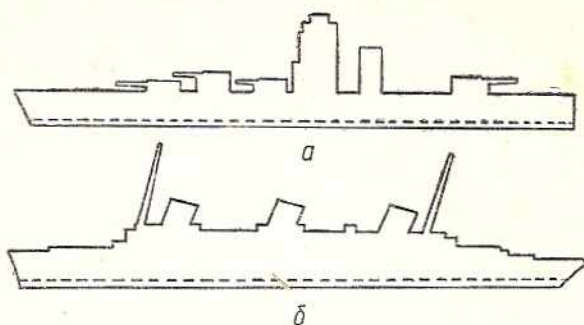

Рис. 19. Силуэтные модели линкора и пассажирского судна
Трудовые задания. 1. Выпилить силуэтную модель линкора (рис. 19, а).
2. Выпилить силуэтную модель пассажирского судна (рис. 19, б).